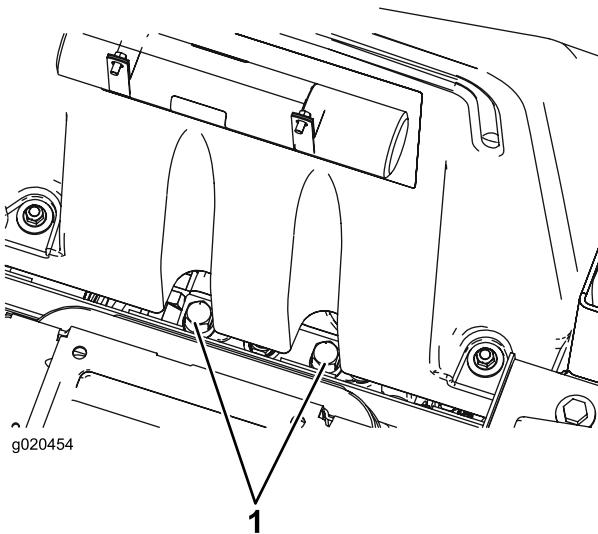

Bild 31
1. Klappen Sie den Sitz hoch. Die Sicherheitsventile befinden sich unter der Vorderseite des Kraftstofftanks (Bild 31).